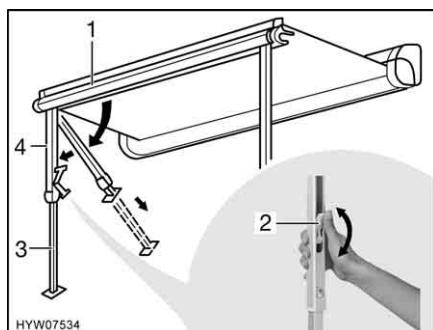

Fig. 51 Installazione dei montanti di supporto
- Rimuovere i montanti di supporto (Fig. 51,4) dal listello anteriore (Fig. 51,1) esercitando una leggera pressione verso l'esterno, quindi ribaltarli e collorciarli.
- Aprire il bloccaggio sui montanti di supporto. A tal fine ripiegare la leva di serraggio (Fig. 51,2) verso l'alto.
- Estrarre la parte inferiore dei montanti di supporto (Fig. 51,3) fino alla lunghezza desiderata.
- Chiudere il bloccaggio presente sui montanti di supporto. A tale scopo, spingere la leva di serraggio (Fig. 51,2) verso l'alto.